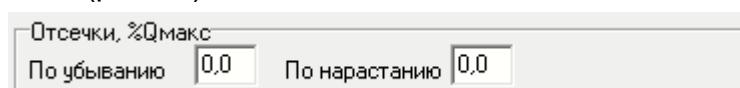

Рис.22. Вид области «Отсечки, %Qmax».
3.3.2. В расходомере предусмотрена возможность установки отсечек снизу при изменении расхода **По нарастанию** и **По убыванию**. Параметры содержатся во вкладке **Основные параметры** в области **Отсечки, %Qmax** (рис.22)